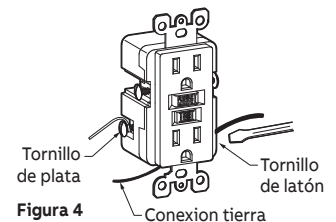

Figura 4
- Conecte los cables de alimentación a las terminales del tornillo en el dispositivo de cableado (receptáculo dúplex o GFCI) envolviendo el cable en sentido de las manecillas del reloj alrededor del tornillo y apretándolo con un desarmador. Conecte el cable de tierra a la terminal del tornillo verde. Conecte el cable blanco de suministro a la terminal del tornillo plateado, y el cable de suministro negro a la terminal del tornillo latón. (Figura 4)